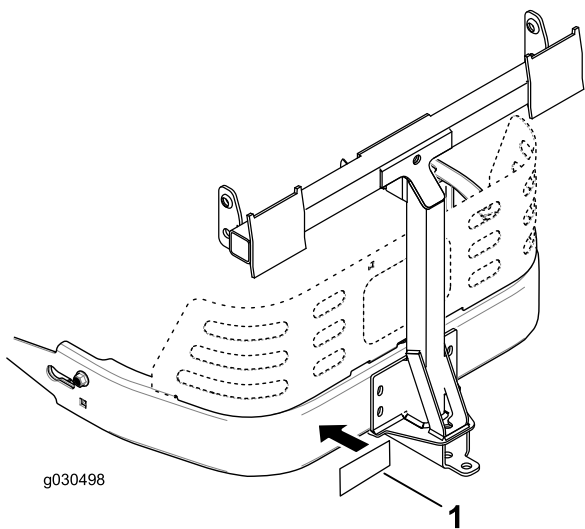

Figura 17
3. Attaccate l'adesivo della barra di traino a 1,3 cm sulla sinistra del supporto dell'attrezzo (Figura 17)